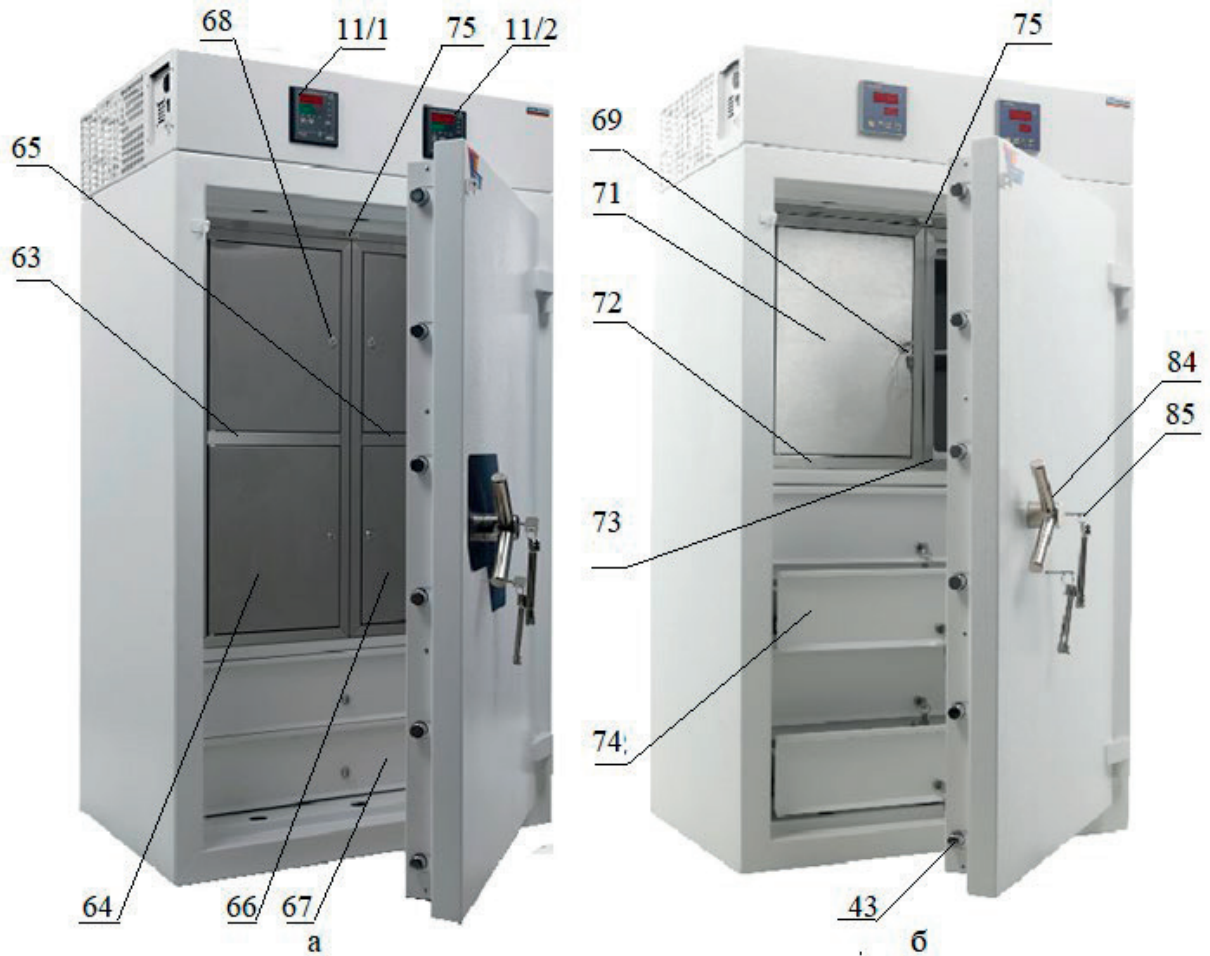

Рис.9. Сейф-термостат TS-3/100 (а) и TS-3/25 мод. Форт-1385.3 (б).
4.36 Сейф запирается при помощи рукоятки (6) привода ригельной системы (43, рис.9) двери и 2-х ключевых замков (7). В корпусе сейфа и его двери предусмотрены «ушки» (8) для установки одноразовых пломб.
4.38 С левой стороны кожуха блока электроники сейфов-термостатов в вариантах исполнения TS-3/100 (рис.9а) и TS-3/25 мод. Форт-1385.3 (рис.9б) установлена панель электропитания DC изделия (рис.8б).
4.49 Порты левого (77, рис.10) и правого (78, рис.10) термостатов разделены перегородками (63, рис.9а), (65, рис.9а) в которые установлены оси вращения зеркально установленных дверей верхних и нижних секций рабочих камер двух термостатов.